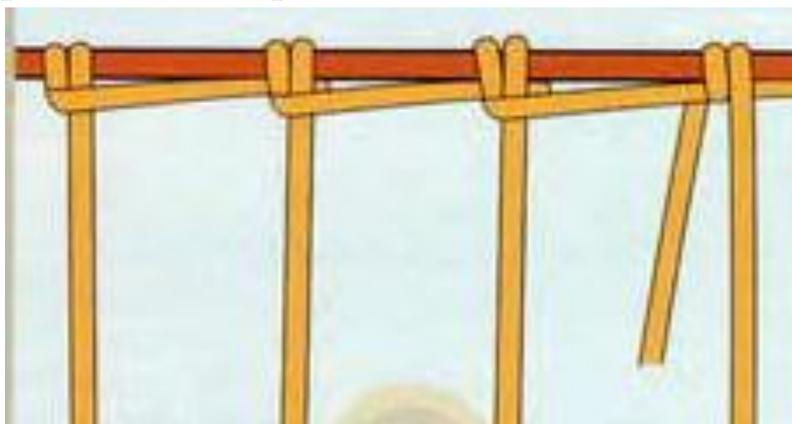

Рис.6
- 4.левой рукой придерживаем обруч, поставив его ребром на колени. Правой рукой берем стоячок, прикладываем его началом заструганной части к обручу и прижимаем большим пальцем левой руки. Правой рукой один или два раза обвиваем обруч заструганной частью с правой стороны стоячка (рис. 6)